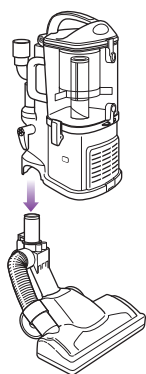

Fig. 8
- 2 Alinee el tubo del cepillo para piso con el tubo de la aspiradora compacta y baje la unidad hasta que las dos piezas se traben en su lugar. (Fig. 8)